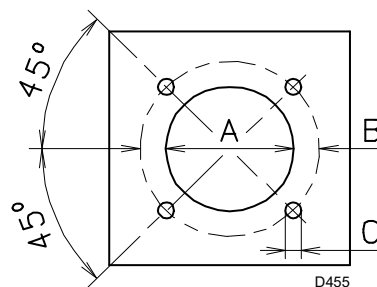

Fig. 14
Găuriți placa de închidere a camerei de ardere ca în Fig. 14 (Tab. J) Poziția găurilor filetate poate fi trasată cu ajutorul scutului termic furnizat cu arzătorul.
- Glisați întregul arzător pe orificiul cazanului pregătit anterior (Fig. 14) și fixați-l cu șuruburile furnizate.